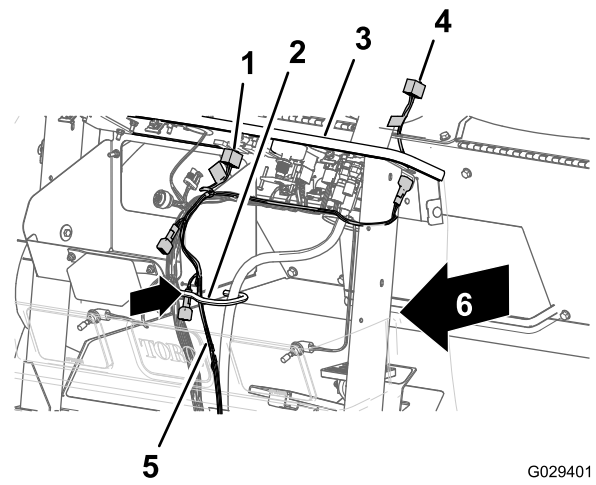

图 15
- 安装线束的 240cm 仪表板支管穿过前舱壁开口处的橡胶套并穿过电缆及软管钩的内侧 图 15。